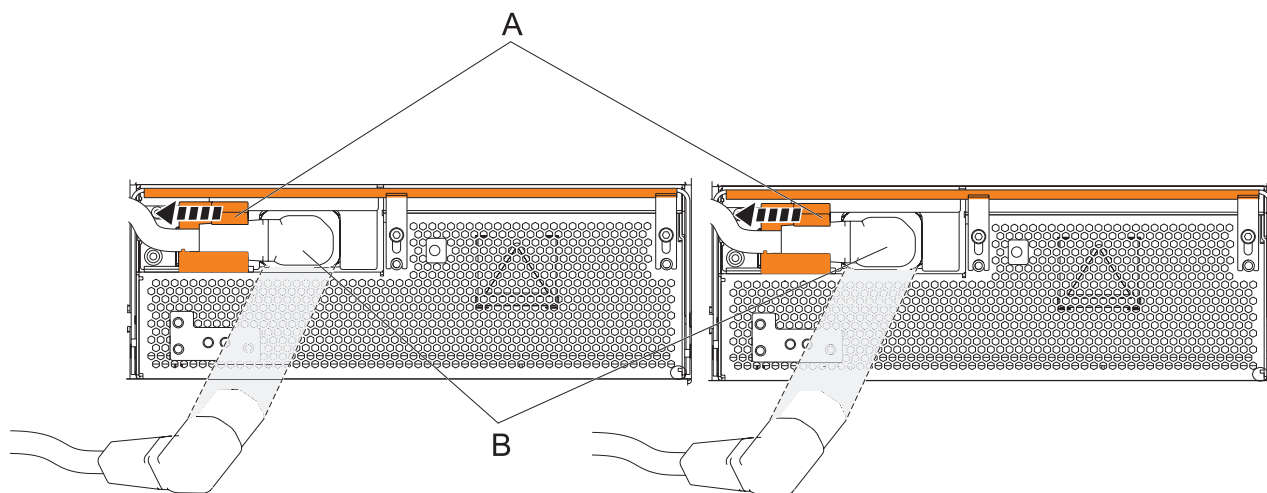

Figura 83. Desconnexió dels cables d'alimentació de l'OCA
- a. Desplaceu les peces de subjecció dels cables d'alimentació **(A)** que hi ha a la part frontal dels dos OCA cap a l'esquerra. Consulteu Figura 83 a la pàgina 119.